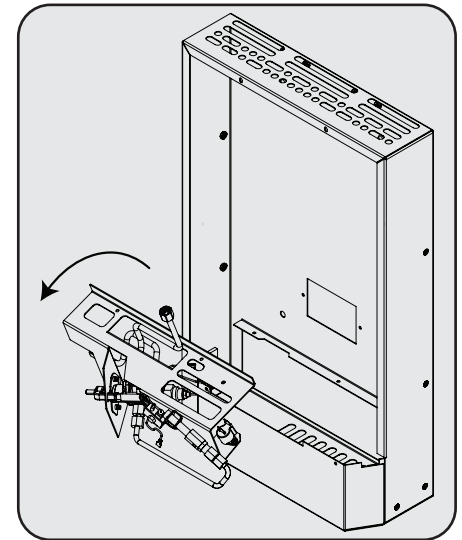

Figura 12
4. Levante el soporte de control para sacarlo del calefactor. Consulte la Figura 12.